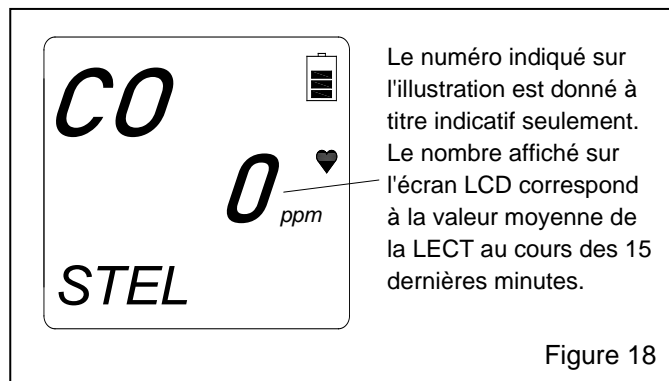

Figure 18
4.3.6 Affichage de l'écran STEL (LECT) - Figure 18